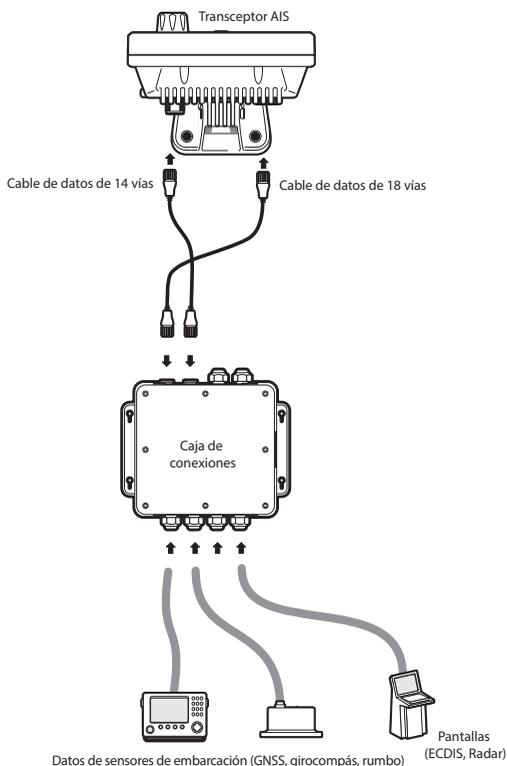

Figura 34 Conexión de equipos externos
- Figura 34 La. muestra un ejemplo de cómo se podrían conectar los equipos externos a través del accesorio de la caja de conexiones.